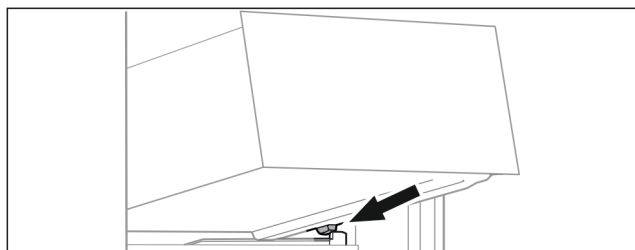

Fig. 103
- Schubfach schräg hinter den Stopperrn auf Behälterrippe aufsetzen. (siehe Fig. 103)